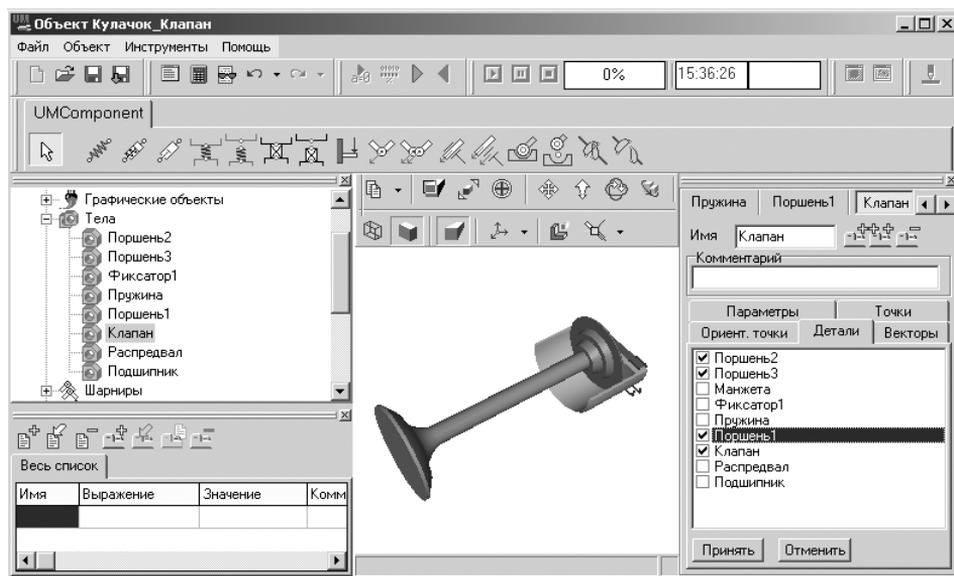

Рис. 2.13. Главное окно системы **Универсальный механизм** после объединения четырех тел: **Клапан**, **Поршень1**, **Поршень2** и **Поршень3**
- щелкните в раскрытой закладке **Деталь** в окне **Инспектор** по квадратикам перед пунктами (детальями) **Поршень1**, **Поршень2**, **Поршень3**, см. рис. 2.13;